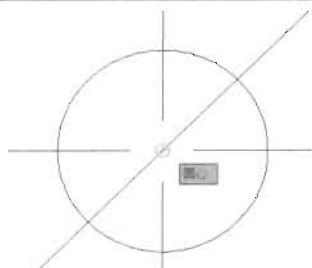

图 3-25
(4) 按空格键继续执行 Xline 命令, 绘制一条与水平线呈 45° 角的构造线, 如图 3-25 所示, 命令执行过程如下。